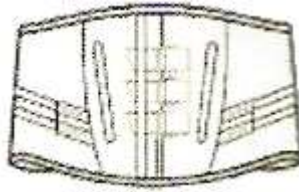

Figure 27 : CMAL ventrière et montante au dos munie d'une patte hypogastrique MN ⁽⁵⁶⁾
- CMAL ventrière et montante au dos munie d'une patte hypogastrique MN ou GM. Prévues surtout pour les hommes avec proéminence abdominale mais également pour les femmes, la forme montante au dos augmente la surface d'appui dorsal afin de permettre un bon maintien du tablier abdominal et un soulagement du dos. La patte hypogastrique permet de soutenir la masse abdominale (Figure 27) ;